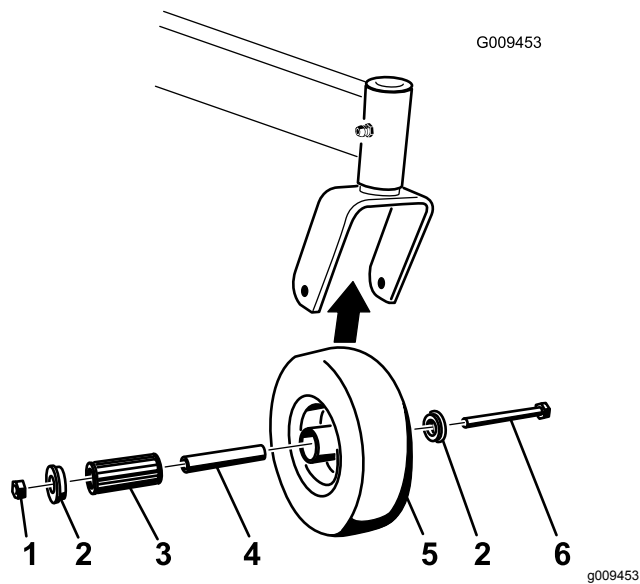

Figure 55
1. Enlevez le contre-écrou et le boulon de fixation de la roue pivotante à la chape (Figure 55).
- Enlevez une bague, puis sortez la douille pour clé et le roulement à rouleaux du moyeu de roue (Figure 55).
- Enlevez l'autre bague du moyeu, puis nettoyez la graisse et les saletés éventuellement présentes dans le moyeu (Figure 55).
Remarque: Remplacez les pièces endommagées ou usées (Figure 55).
- Placez une bague dans le moyeu de roue (Figure 55).
- Lubrifiez le roulement à rouleaux et la douille pour clé, et insérez-les dans le moyeu (Figure 55).
- Mettez la deuxième bague dans le moyeu (Figure 55).
- Montez la roue pivotante dans la chape à l'aide du boulon et du contre-écrou (Figure 55).
- Serrez le contre-écrou jusqu'à ce que la base de la douille pour clé soit en appui contre l'intérieur de la chape (Figure 55).